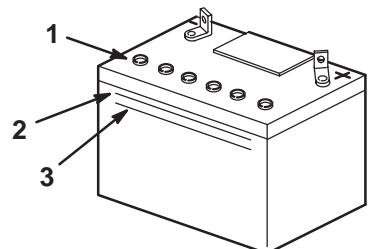

Figure 17
- Observez le côté de la batterie. Le niveau de l'électrolyte doit atteindre le trait supérieur (Fig. 17).
Note: Ne laissez pas l'électrolyte descendre en dessous du trait inférieur (Fig. 17).
- Enlevez les bouchons d'aération de la batterie (Fig. 17).
- Versez de l'eau distillée avec précaution dans chaque élément jusqu'au repère supérieur (Fig. 17) sur le côté de la batterie.
- Attendez 5 à 10 minutes après avoir rempli les éléments. Ajoutez de l'eau distillée au besoin, pour amener le niveau au repère supérieur (Fig. 17) sur le côté de la batterie.